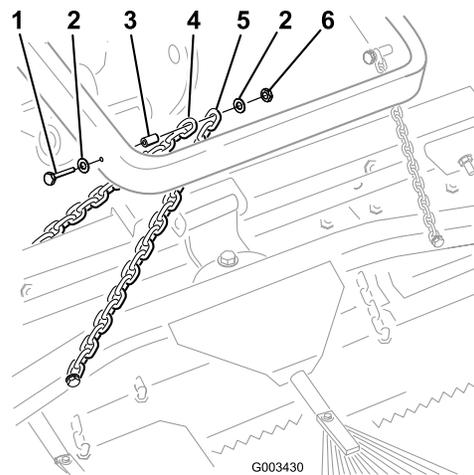

Figure 7
- B. Fixez chaque chaîne sur le côté du bras de relevage avec un boulon (3/8 x 2-1/2-pouces), 2 rondelles (3/8 x 7/8-pouce), une entretoise et un écrou à embase (3/8 pouce), comme illustré à la Figure 7.